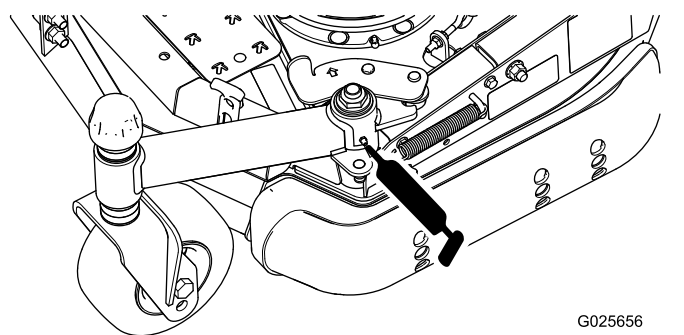

Figura 21
- Pivote del brazo de la rueda giratoria plegable (1) (Figura 21)